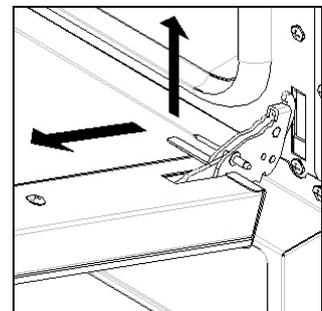

Fig. 4
- alzar un poco la puerta y deshebrarla (Fig. 4)